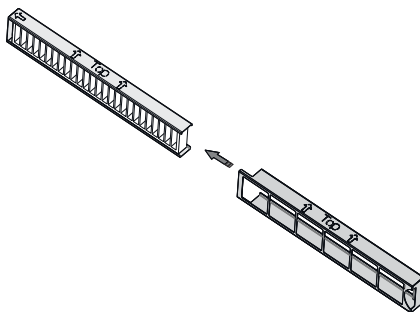
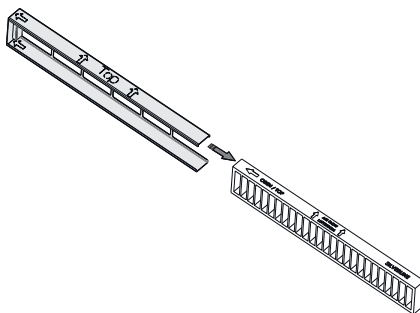

Fig. 11
Fig. 12
4. ➔ 4. Ta bort det gamla kolfiltret, ersätt det med ett nytt kolfilter (Fig. 11 / Fig. 12).